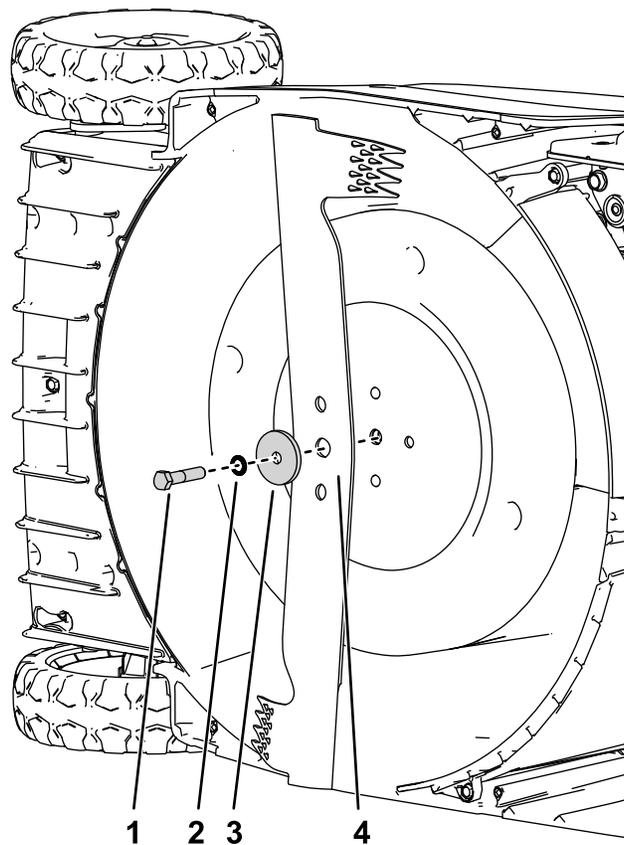

図 25
5. 新しいブレードを取り付ける。外したボルト類を使用する **図 25**。